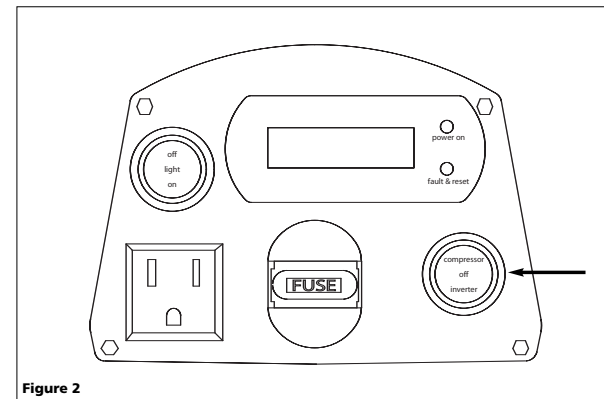

Figure 2
- Mettre l'interrupteur du COMPRESSEUR sous tension (voir la figure 2).